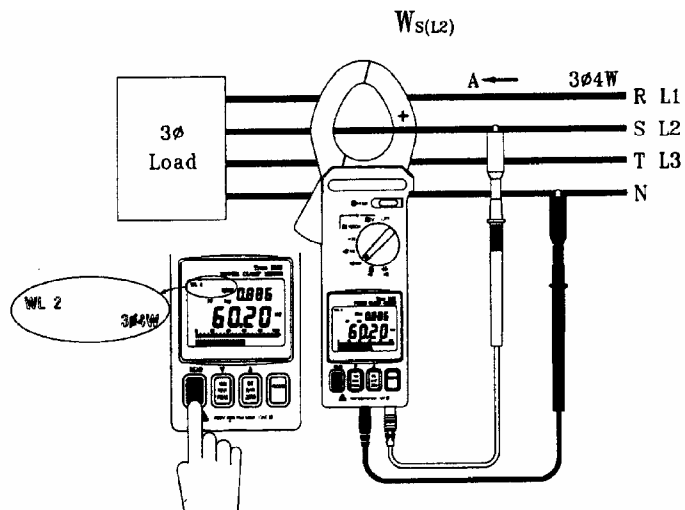

Рис. 8
2. Измерение мощности и коэффициента мощности на втором проводнике $W_{S(L2)}/PF_{S(L2)}$ (см. рис. 8)